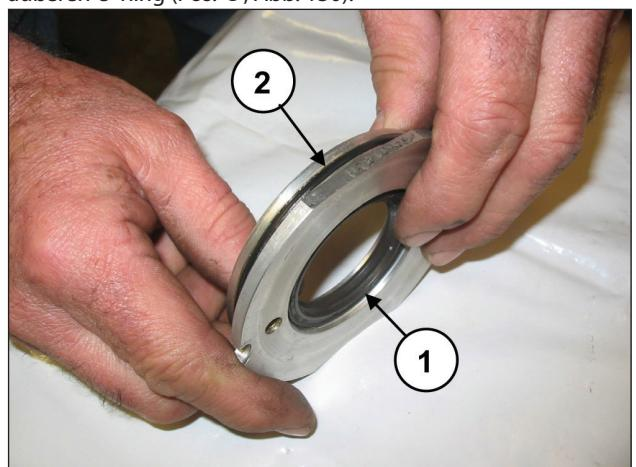

Abb. 130
Ersetzen Sie den Ölabstreifring (Pos. ①, Abb. 130) und den äußeren O-Ring (Pos. ②, Abb. 130).